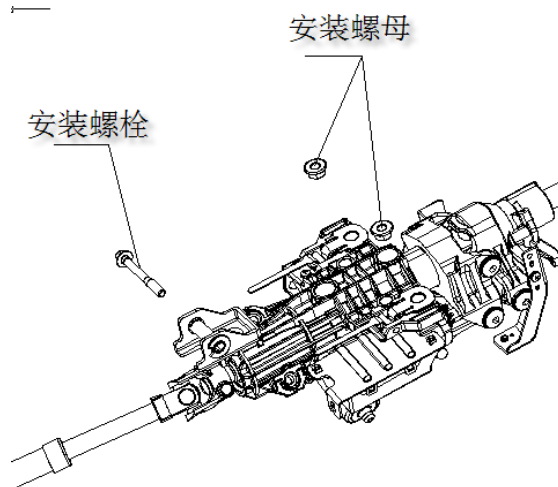

图 4-9
① 从电动转向管柱上脱开接插件和线束卡扣。
② 拆下 1 个安装螺栓和 2 个安装螺母，取下转向管柱及万向节。如图 4-9 所示。